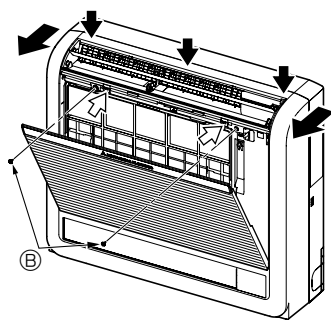
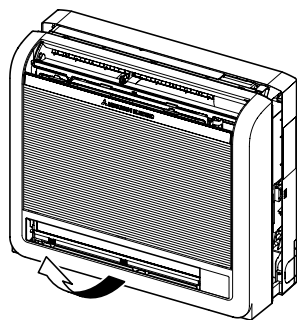

Fig. 3-3
Fig. 3-4
- ① Die von den Pfeilen angezeigten 2 Positionen eindrücken, um das Frontgitter zu öffnen. (Fig. 3-3)
- ② Das Frontgitter öffnen und die beiden Schrauben entfernen.
- ③ Den horizontalen Flügel für den oberen Luftauslass öffnen, das Kopfende der Frontplatte an drei Stellen nach unten drücken und dann das Gitter am Kopfende von der Innenanlage abziehen.
- ④ Das Frontgitter anheben und entfernen. (Fig. 3-4)